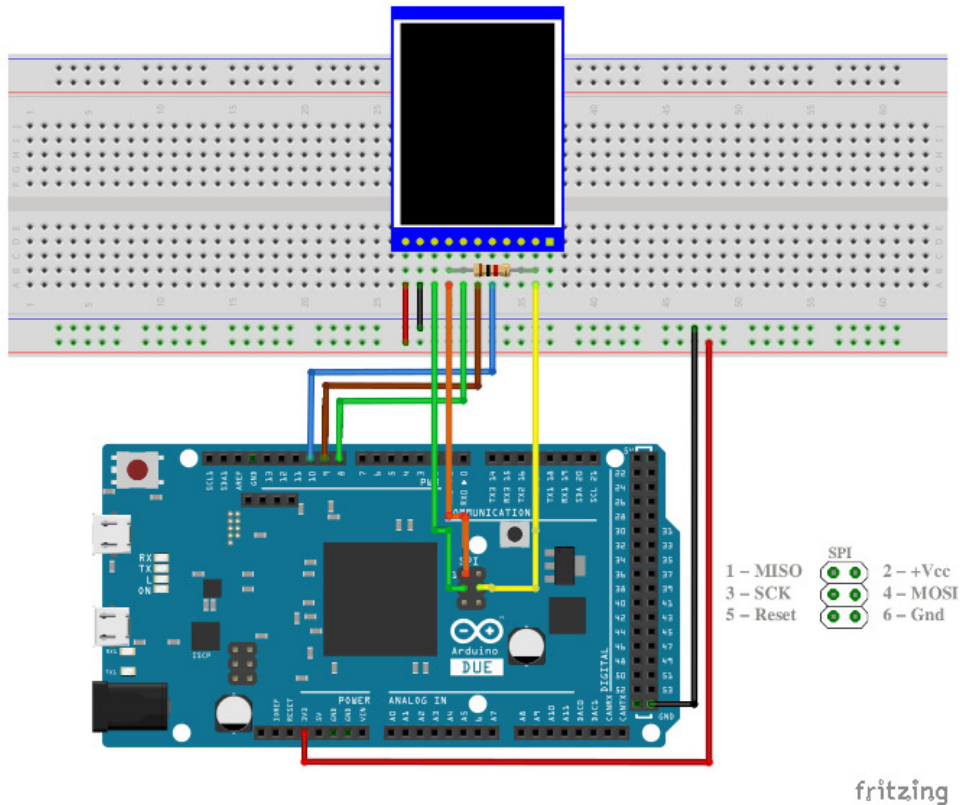

Abbildung 4: Vorschlag für die Verdrahtung des Versuchsaufbaus.
Verbinden Sie das Display mit dem Arduino DUE und testen Sie Ihren Aufbau mit dem auf der Website der Übung bereitgestellten Testprogramm. Für die Lösung der Aufgaben wird empfohlen, den Versuchsaufbau gemäß Abbildung 4 zu verdrahten. Beachten Sie bei der Verdrahtung folgende Hinweise:
- Verbinden Sie **TFT_CS** mit einem der freien Hardware-gesteuerten Slave-Select Anschlusspins des Arduino Due: **10** oder **52**. In Abb. 4 wird Pin 10 verwendet.
Ihre Aufgabe ist es, das bisher entworfene System zu erweitern. Dafür benötigen Sie den SD-Card-Slot, der sich auf der Rückseite des Displays befindet und eine vorbereitete microSD Speicherkarte. Für die Kommunikation mit der SD-Karte stellt das Display eine eigene SPI-Schnittstelle bereit. Verbinden Sie - soweit noch nicht geschehen - MISO, MOSI, SCLK mit dem SPI-Bus des Arduino DUE. Verbinden Sie weiterhin den CS-Pin der SD-Karte mit einem grundsätzlich beliebigen digitalen Ausgabe-Pin des DUE. Im Verdrahtungsvorschlag der Abb. 4